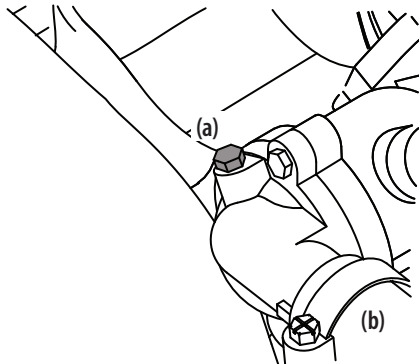

Figure 5-26
- Retirez l'autre vis de purge (a) située sur le raccord entre le tuyau du radiateur (b) et le moteur et laissez le moteur fonctionner jusqu'à ce qu'un jet régulier de liquide sorte du trou de la vis (a). Ceci indique qu'il n'y a plus de poches d'air dans le système de refroidissement. Remplacez la vis de purge (a). Voir Figure 5-26.